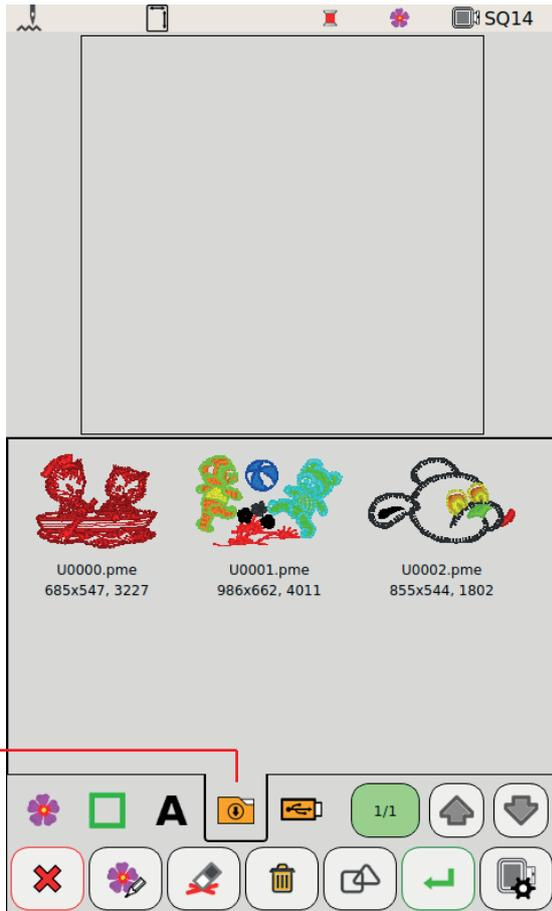

FIGURA 13
- (4) Após importar os arquivos desejados, pressione a tecla retornar ("c") para voltar a tela inicial, e agora clique para acessar os bordados da memória, indicados pela letra "d" (Figura 11). Você será direcionado para a tela da Figura 13, abaixo.
- (5) Clique no botão indicado pela letra "e" para acessar os bordados importados na memória, e selecione o desenho desejado.